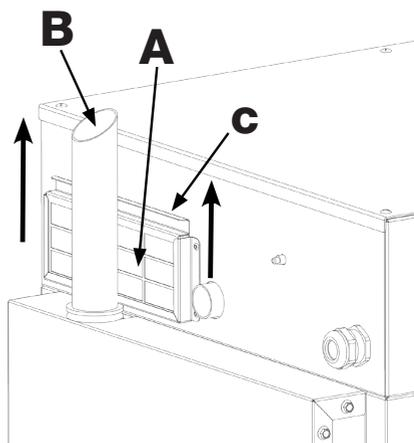

Fig. 10
Il filtro si trova sulla parte posteriore del forno (**Rif.A - Fig.10**).
1. Afferrare la linguetta del filtro (**Rif.C-Fig.10**) e sollevarla facendo scorrere verso l'alto il filtro dal suo alloggiamento.
Lo scarico umidità (**Rif.B Fig.10**) espelle i vapori prodotti all'interno della camera di cottura.